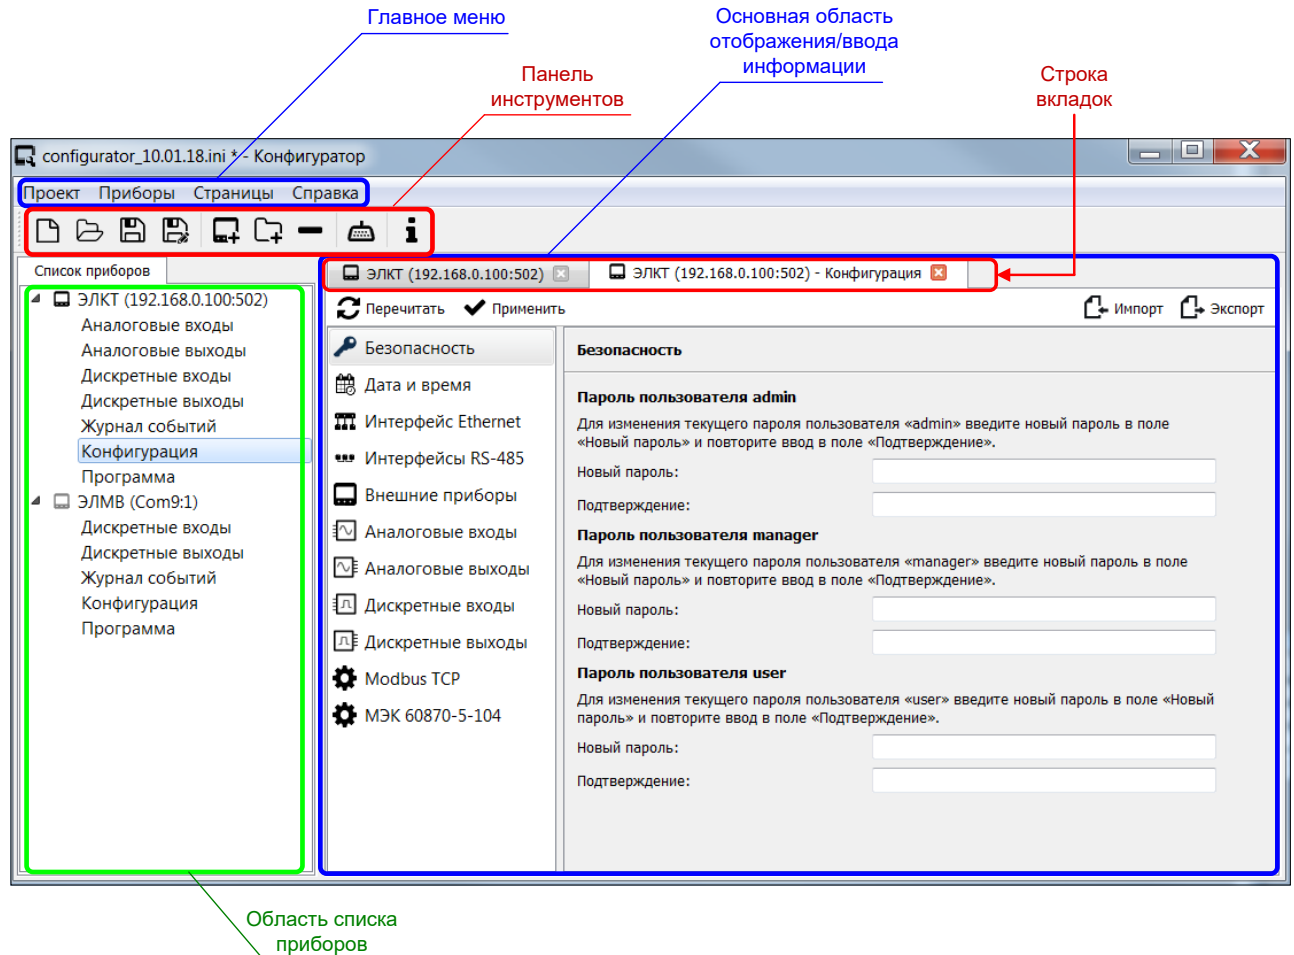

Рисунок 3 – Структура главного окна программы «Конфигуратор»
3.4.3.1 После запуска программы (ПО) «Конфигуратор» на экран выводится главное окно программы «Конфигуратор». Главное окно программы содержит в себе следующие элементы (см. Рисунок 3):